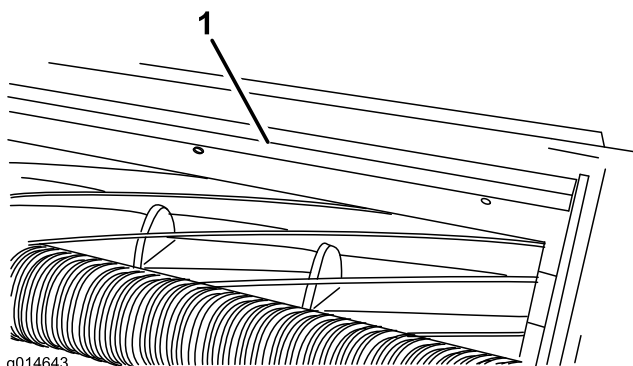

Figura 4
1. Slăbiți uruburile care fixează bară superioară (Figura 4) de unitatea de tăiere.